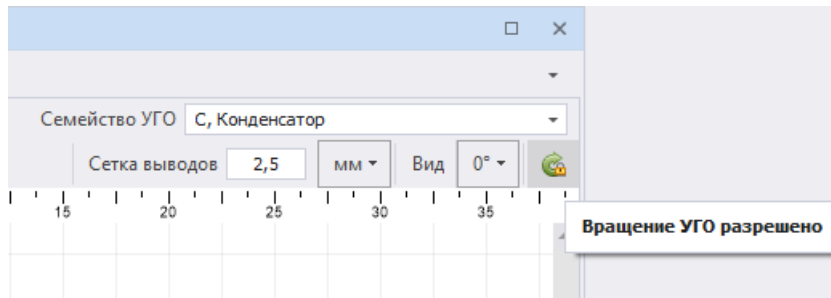

Рис. 46 Разрешение вращения УГО
6. Включите разрешение на вращение УГО при необходимости, Рис. 46.